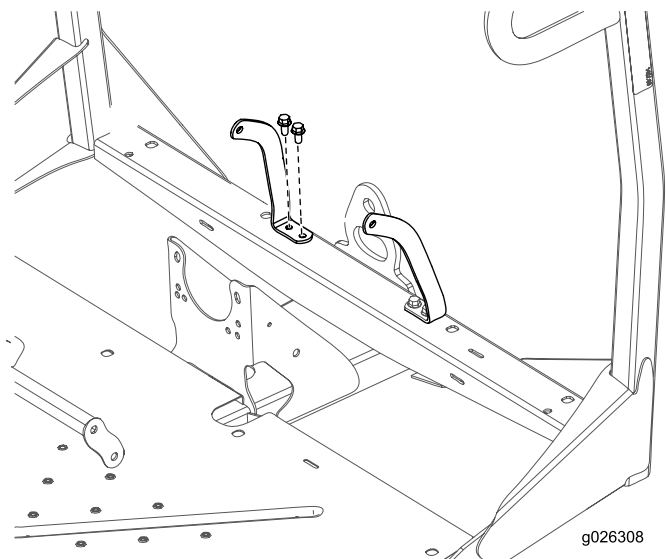

图8
5. 如**图8**所示，用 4 个螺栓（3/8 x 3/4 英寸）和 4 个螺母（3/8 英寸），分别将左、右安全带锚栓固定至前机架。